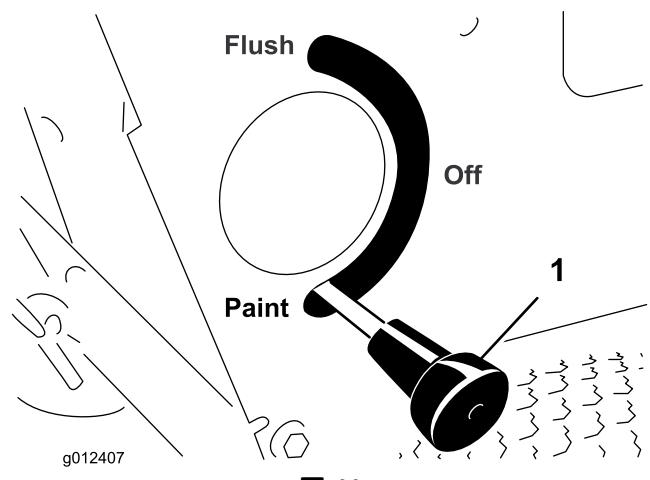

図 33
- 洗浄/ペイント切り替えレバー (図 33) が「ペイント」位置にあることを確認する。